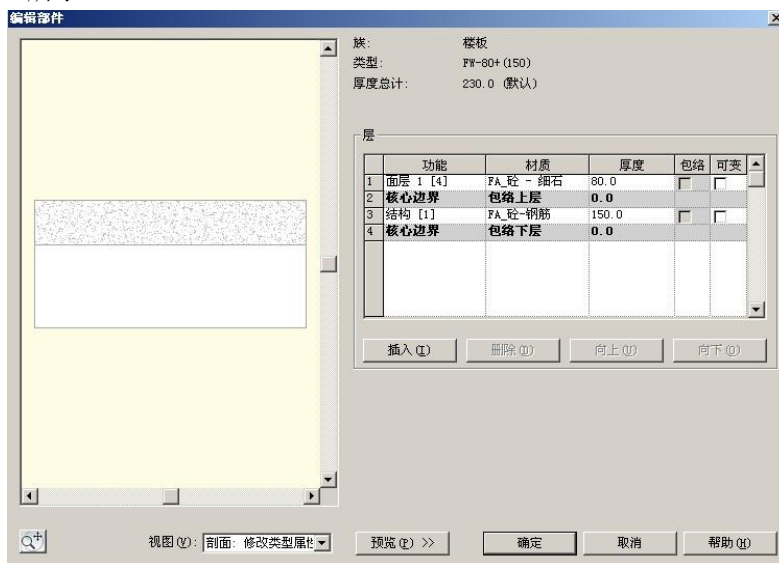

图 6-18
同样的方法修改卫生间位置楼板，在“类型属性”对话框中将“FW-150”重命名为“FW-80+ (150)”，在“属性”中设置相对标高为“-20”，在“编辑部件”对话框中，添加一构造层，将1层“功能”修改为“面层 1 [4]”，“材质”为FA\_砼 - 细石砼“厚度”修改为80（如图6-18所示）。